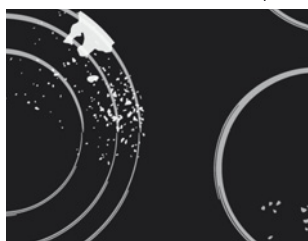

рис. 3
ПРОВЕРЬТЕ, ЧТОБЫ НА СТЕКЛОКЕРАМИЧЕСКОЙ ПОВЕРХНОСТИ НЕ ОСТАЛОСЬ СЛЕДОВ ЧИСТЯЩЕГО СРЕДСТВА, ТАК КАК ПРИ НАГРЕВЕ ОНО МОЖЕТ ПРИОБРЕСТИ АГРЕССИВНЫЕ СВОЙСТВА И ПРИВЕСТИ К ИЗМЕНЕНИЮ СТРУКТУРЫ СТЕКЛОКЕРАМИЧЕСКОЙ ПОВЕРХНОСТИ (РИС. 3).
- **Пятна от воды** можно удалить с помощью слабого раствора уксуса. Этим раствором нельзя протирать рамку прибора (в некоторых моделях), так как она потеряет блеск. Для удаления известкового налета нельзя использовать агрессивные спреи и чистящие средства (рис. 3).